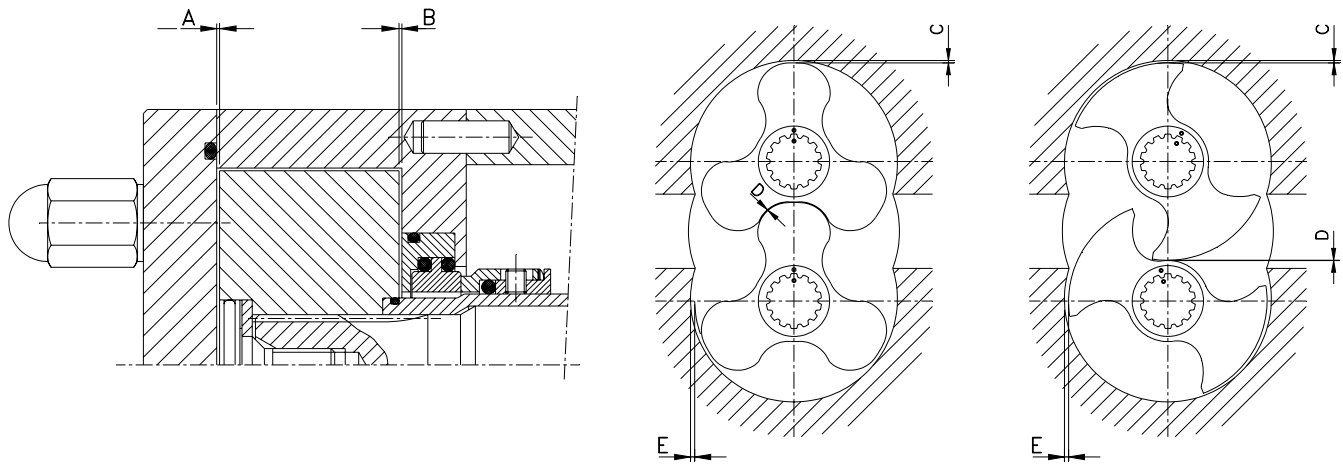

Figura 8.5
- Verificar que las partes frontales de ambos lóbulos se encuentren alineadas. Comprobar que el juego frontal, posterior, entre lóbulos y entre lóbulo y cuerpo tiene que ser similar al de la tabla 8.3, figura 8.5.